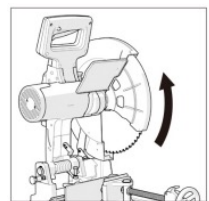

Fig. 5
- Roter for hånd for å trekke den nedre knivbeskyttelsen oppover til den øvre knivbeskyttelsen. (Fig. 5)